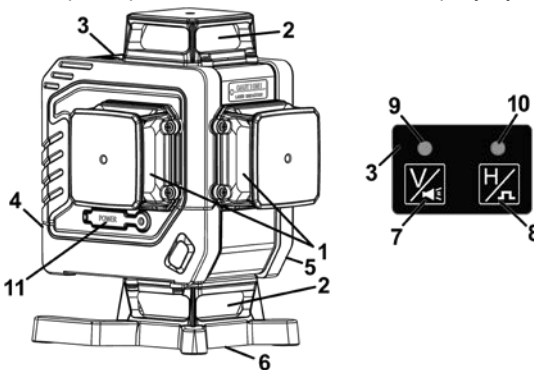

Рисунок 1
Перед встановленням або зняттям акумуляторної батареї завжди вимикайте прилад за допомогою клавіші блокування/розблокування маятникового механізму (5, рисунок 1) у положення . Для під'єднання акумуляторної батареї відкрийте кришку відсіку елемента живлення (4, рисунок 1), вставте акумуляторну батарею забезпечивши правильну полярність, та без додавання надмірного зусилля встановіть акумулятор і закрийте батарейний відсік кришкою. Для зняття акумуляторної батареї виконайте операції в зворотному порядку.
Заряджання лазерного рівня виконується через роз'єм типу Type-C кабелем, який під'єднується до роз'єму USB-A мережевого адаптера. Акумуляторна батарея має захист від перезарядження, заряджається автоматично протягом 4-5 годин. Після закінчення процесу заряджання витягніть зарядний пристрій з мережі та витягніть кабель зарядки з порту заряджання (11, рисунок 1).
3.5.1 Встановіть лазерний рівень біля стіни «А» на штативі або встановіть його на тверду рівну поверхню. Увімкніть прилад для роботи з автоматичним вирівнюванням (посуньте вправо клавішу розблокування маятникового механізму (5, рисунок 1)). Кнопками 7 та 8 (рисунок 1 і 2) оберіть режим роботи, в якому горизонтальна та вертикальна лазерні площини будуть випромінюватися попереду вимірвального приладу.
3.6.1 Встановіть лазерний рівень на відстані 2,5 метра від дверного отвору на твердій, рівній поверхні (не на штатив). Увімкніть вимірювальний прилад у режимі автоматичного вирівнювання (посуньте вправо клавішу розблокування маятникового механізму (5, рисунок 1)). Кнопкою 7 (рисунки 1 або 2) оберіть режим роботи, в якому вертикальна лазерна площина випромінюється попереду лазерного рівня.